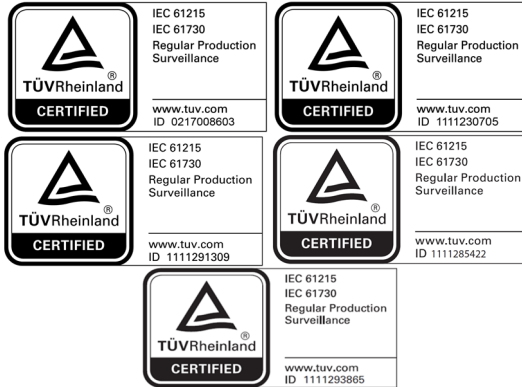

Figura 1
Questo manuale contiene istruzioni per la sicurezza e l'installazione dei moduli fotovoltaici (PV) Maxeon elencati da IEC che riportano il logo TÜV sull'etichetta del prodotto (Figura 1). **Nota:** il numero di **ID** effettivo potrebbe variare.